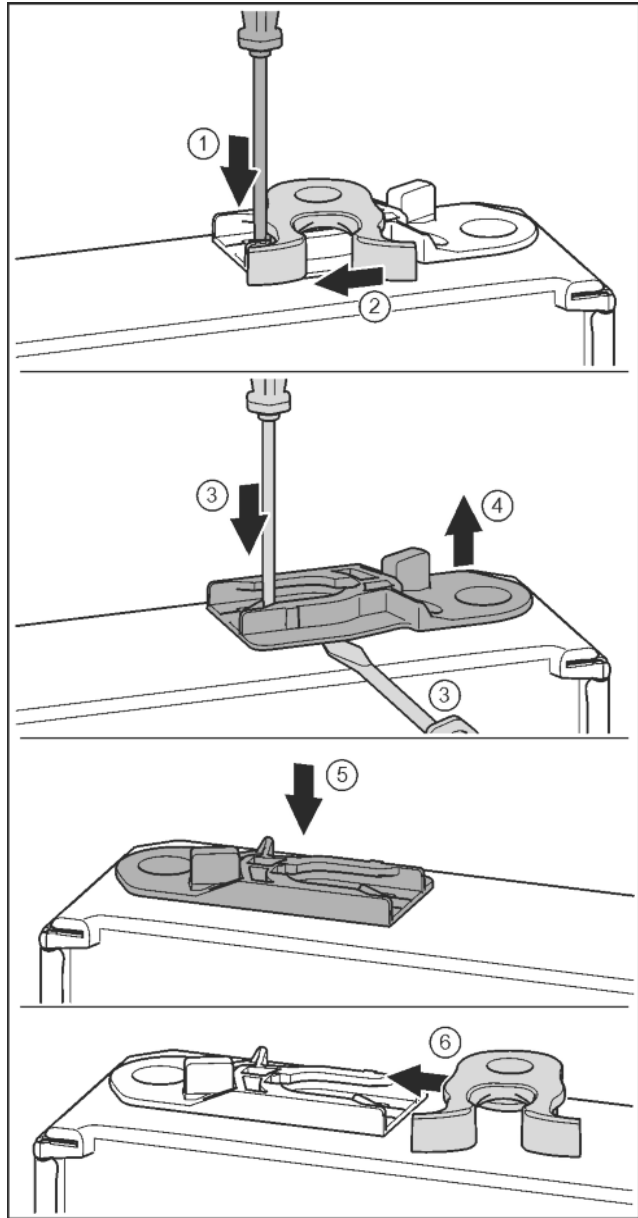

Fig. 14
- Kulağı düz tornavidayla aşağıya bastırın. *Fig. 14 (1)*
- Kapatma kancasını kılavuzdan çekin. *Fig. 14 (2)*
- Kılavuz kovanını çekip çıkarın: Bileziği düz tornavidayla bastırın ve aynı anda düz tornavidayı kılavuz kovanının altına itin. *Fig. 14 (3, 4)*
- Teslimat kapsamına dahil olan kılavuz kovanında, gövdenin diğer tarafına itin. *Fig. 14 (5)*
- Kapatma kancasını kılavuza sürün. *Fig. 14 (6)*